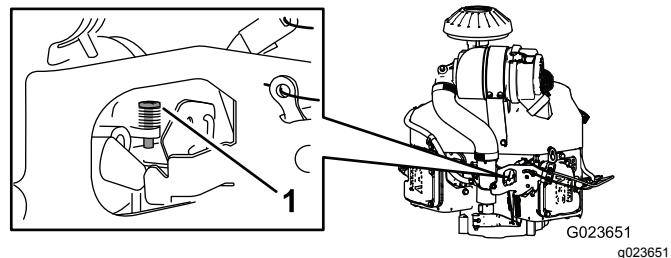

Figura 67
- Ajuste o parafuso limitador no carburador (Figura 67) de modo a que a velocidade ao ralenti seja 1350 a 1550 rpm.